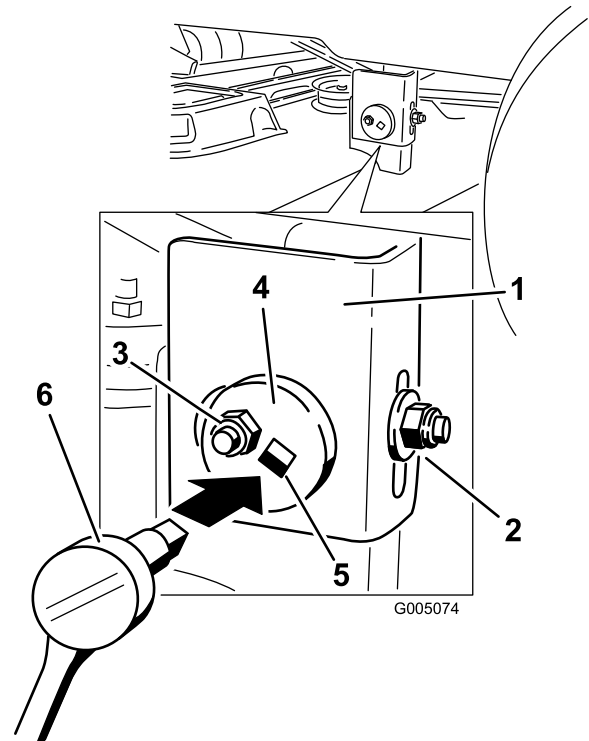

Figura 52
8. Cuando la plataforma esté en la posición deseada, apriete la tuerca de bloqueo lateral de la barra de soporte para fijar la posición nueva (Figura 52). Apriete la tuerca de bloqueo trasera de la barra de soporte.
6. Mueva al lado izquierdo de la máquina. Afloje, pero no retire, la tuerca de bloqueo trasera de la barra de soporte (Figura 52).
7. Afloje la tuerca de bloqueo lateral de la barra de soporte lo suficiente para permitir ajustar la placa excéntrica (Figura 52). Utilice una llave de extensión